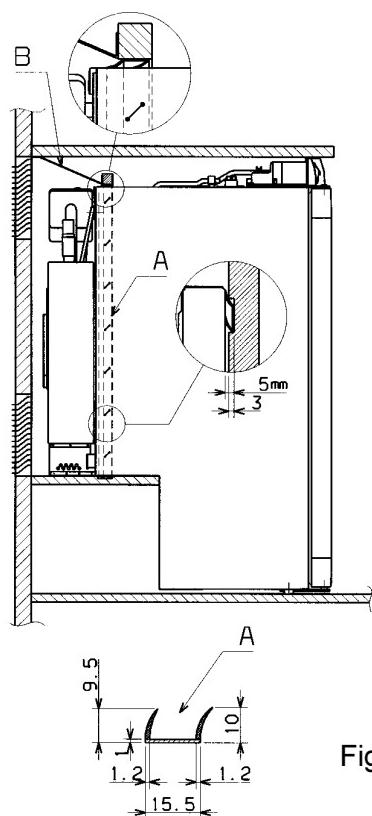

Fig.1
Plaats afvoerplaat (B) met afsluitmateriaal (A) van duurzaam, onbrandbaar materiaal in de installatienis (zie afb. 1).
Daarnaast moet de afvoerplaat (B) met de afsluitmateriaal (A) de koelkast van de leefruimte afsluiten (zie afb.1).